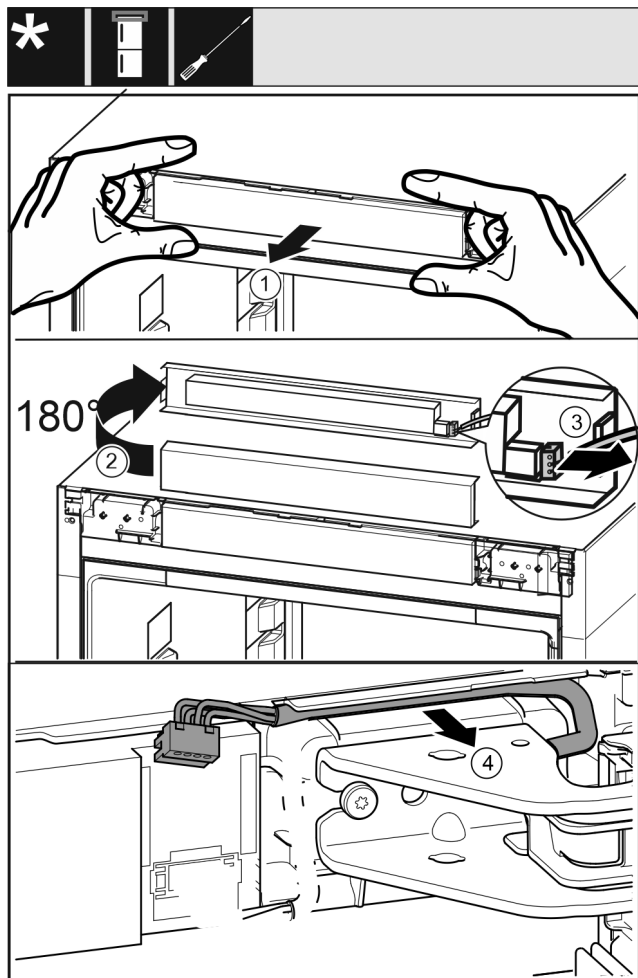

Fig. 19
- ▶ Bedienblende des Geräts vorsichtig nach vorne lösen. Fig. 19 (1)
- ▶ Bedienblende nach oben um 180° drehen. Fig. 19 (2)
- ▶ Die Rastnase nach hinten drücken und den Stecker vorsichtig herausziehen. Fig. 19 (3)
- ▶ Kabel über Lagerbock vorsichtig aus der Führung lösen. Fig. 19 (4)